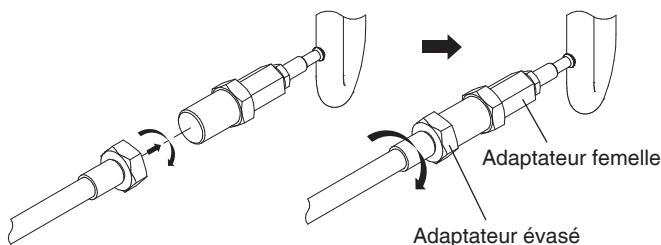

Figure 6
- Installez l'ensemble du tube de cuivre sur l'adaptateur. (Figure 6)